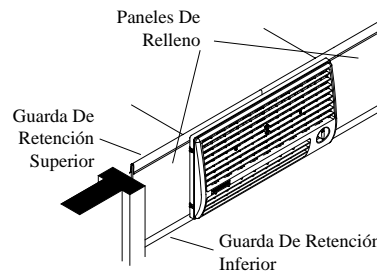

Fig. 3
Coloque dos guardas de retención en la parte inferior de la pestaña del cuello y ajústelas al ancho de la ventana. Corte las guardas si es necesario. Éstas sujetan a los paneles de relleno (fig. 3).
- **Instale los paneles de relleno.** Coloque un panel de relleno a cada lado de la rejilla y dentro de la banda de retención situada en la parte inferior de la rejilla. Coloque las otras guardas de retención en la parte superior de la pestaña del cuello y los paneles de relleno. Compruebe que los paneles queden bien ajustados contra el cuello. (Véase Fig. 3).